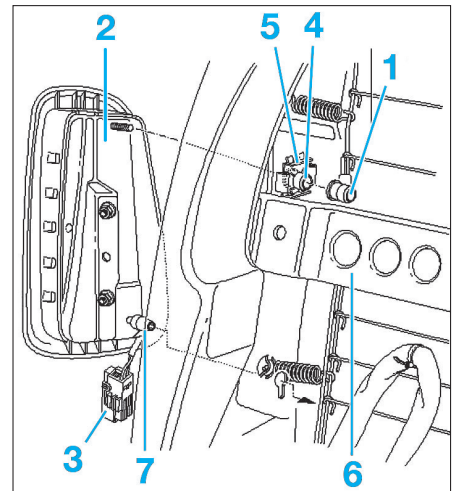

Fig. 7
- Dévisser l'écrou six pans (1) de fixation de l'airbag (2) (Fig.7).
- Débrancher le connecteur (3) du faisceau de câbles de l'airbag.
- Dégager l'airbag (2) du manchon de calage (4).
- Extraire l'airbag (2) d'abord vers le haut, puis latéralement hors de la garniture du dossier (6).
- Après déverrouillage de l'ergot (7), déposer l'airbag (2).